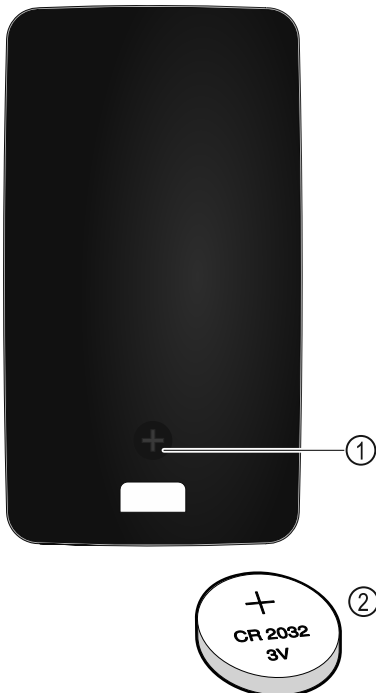

Fig. 220
Furnizimi me energji i telekomandës bëhet përmes një baterie të tipit CR 2032 me 3 V Fig. 220 (2), e cila blihet në një dyqan.
- Lironi vidën Fig. 220 (1) në pjesën e pasme të telekomandës.